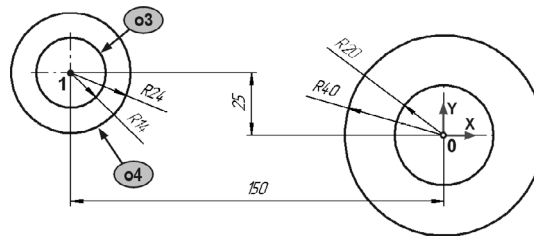

Рис. 25.4. Построение окружностей o3 и o4
4. Постройте окружность o3 радиусом 14 мм. Включите отрисовку осевых линий. Положение центра укажите в точке с координатами  $X=-150$ ;  $Y=250$ . Значения координат введите в полях на Панели свойств (рис. 25.4).